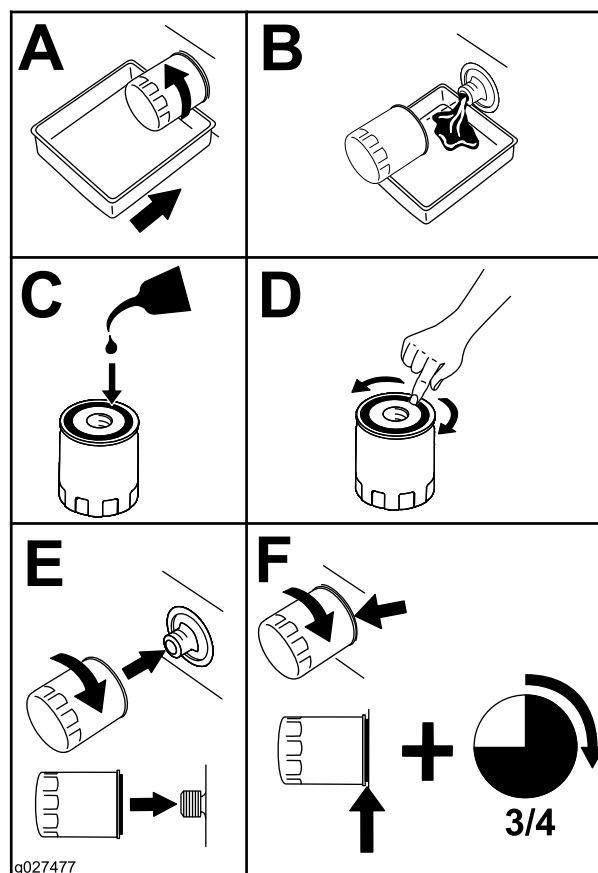

Figure 43
6. Remplacez le filtre à huile moteur comme montré à la Figure 43.